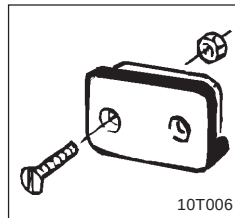

Fig. 6.1
- Holderen (fig. 6.1) til regneren fastgøres i førerkabinen.